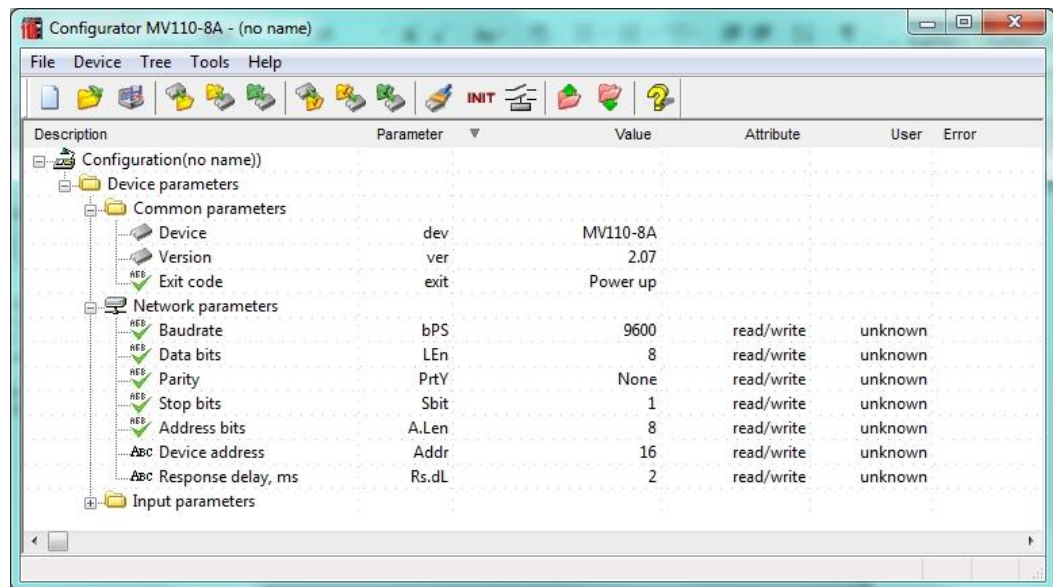

Fig. 8.2 Ventana principal del “M110 Configurator”
- La ventana principal del configurador se abrirá. Los parámetros de comunicación almacenados en el módulo podrán ser leídos. (ver Fig. 8.2)